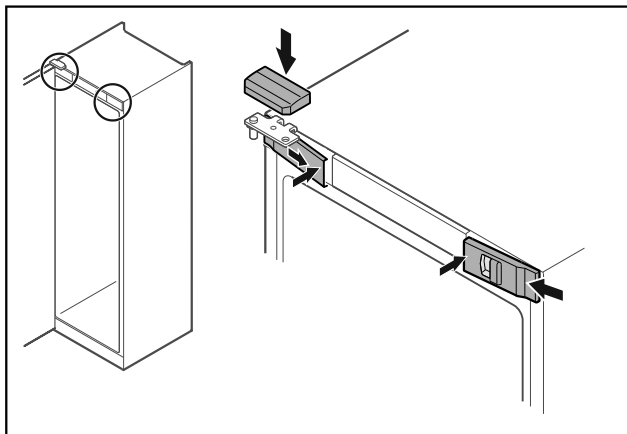

Fig. 49
- ▶ Akassza be oldalt az elülső burkolatokat Fig. 49 (1), és belül pattintsa be.
- ▶ Felülről pattintsa be a felső burkolatot Fig. 49 (2).